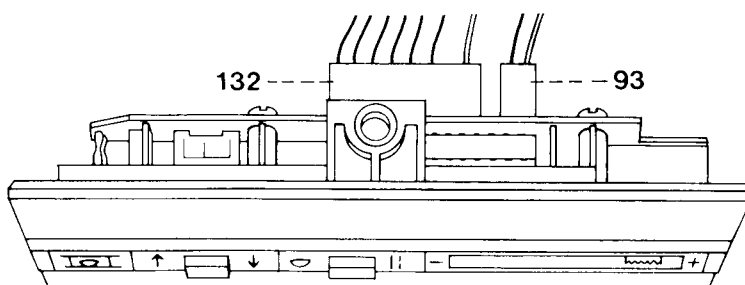

Fig. 33d
- ☐ Bei PFAFF 1029 die zwei Steckdosen 93 und 123 abziehen, (siehe Abb. 33d).